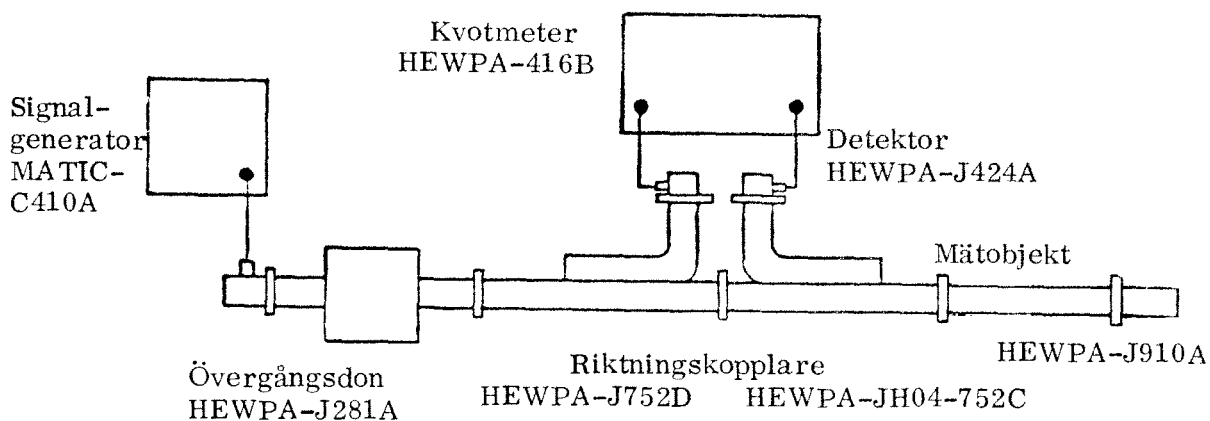

Bild 7. Uppkoppling
4.3.2 Koppla upp enligt bild 7.